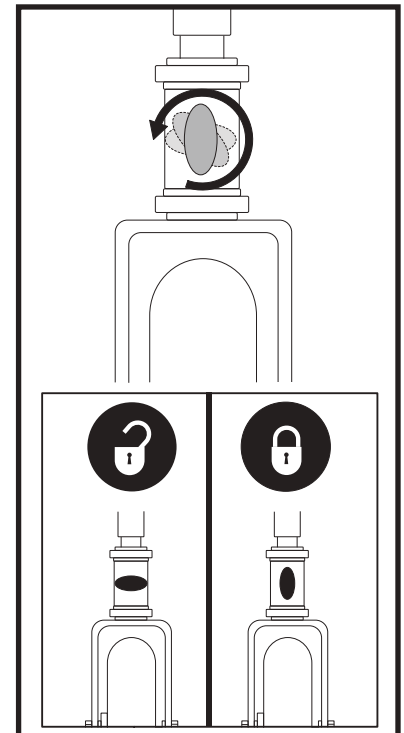

Abb.26.Lenkersicherungshebel (Für modell 104)
1. Schlüssel aus dem Schlüsselschalter entfernen. *Für modell 104*, Justieren Sie den Lenker in eine gerade Position, indem Sie den Lenkersicherungshebel eindrücken und gleichzeitig 90° im Uhrzeigersinn drehen. **Siehe Abb. 26.** Das Vorderrad muß nach vorne gerichtet sein, um den Lenker festzustellen.